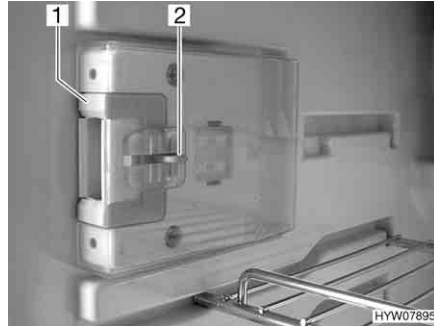
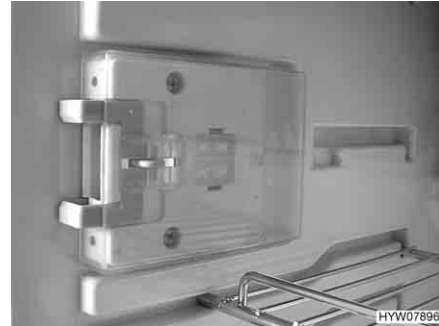

Bild 196 Verschlusseinrichtung in Normalstellung
Bild 197 Verschlusseinrichtung in Lüftungsstellung
- Die Entriegelung (Bild 196,2) eindrücken.
- Die Verschlusseinrichtung (Bild 196,1) nach vorn schieben (Bild 197).